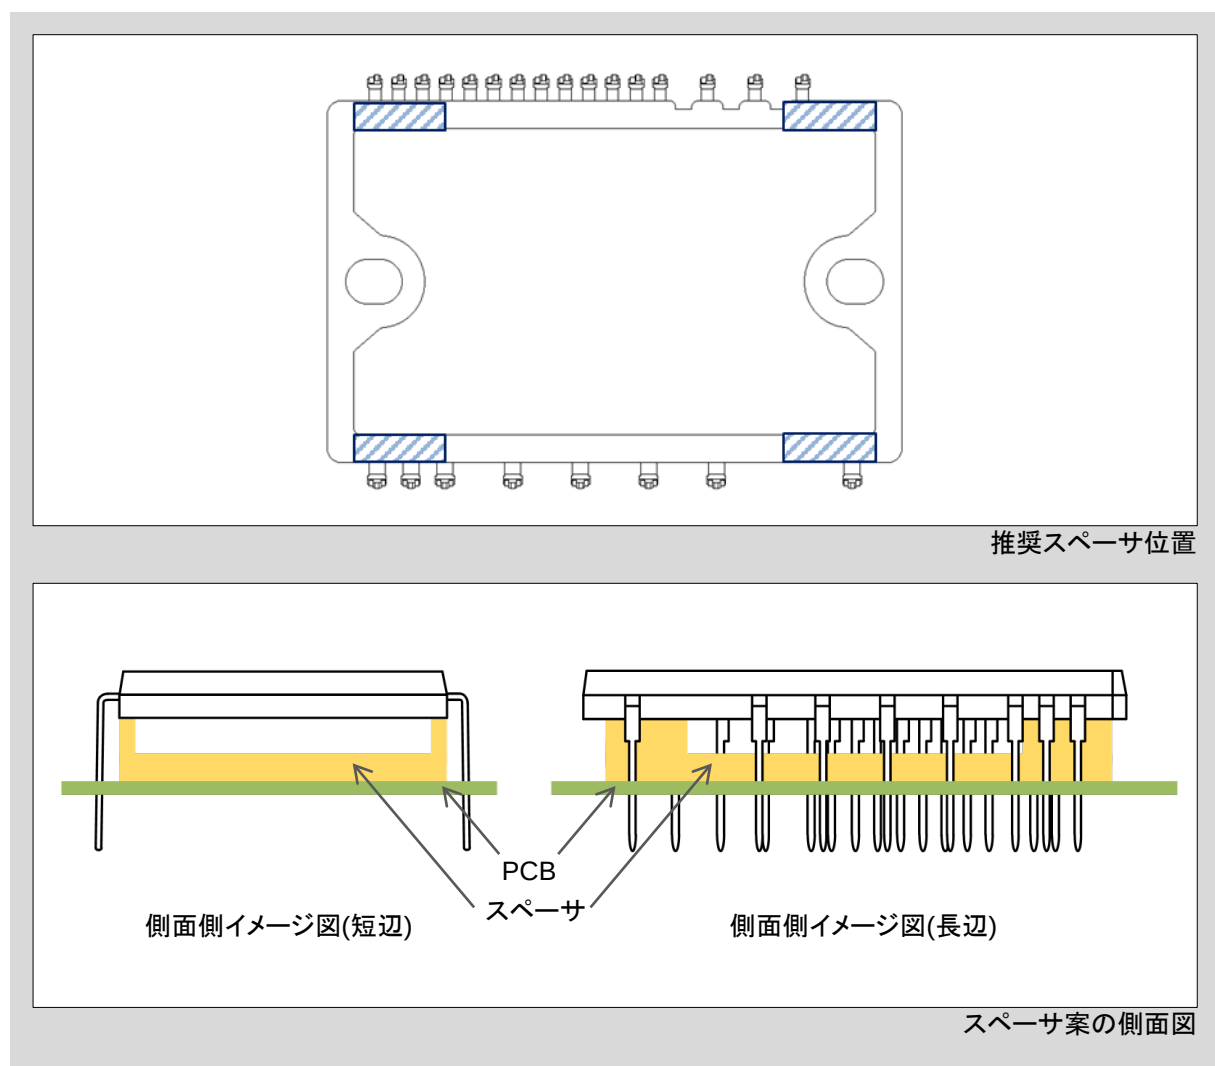

図4-1 スペーサ位置
- 本製品をプリント基板へはんだ付けする際に、製品とプリント基板の間に空間を設けるためのスペーサを入れる場合には、図4-1に斜線で示す位置に設置してください。